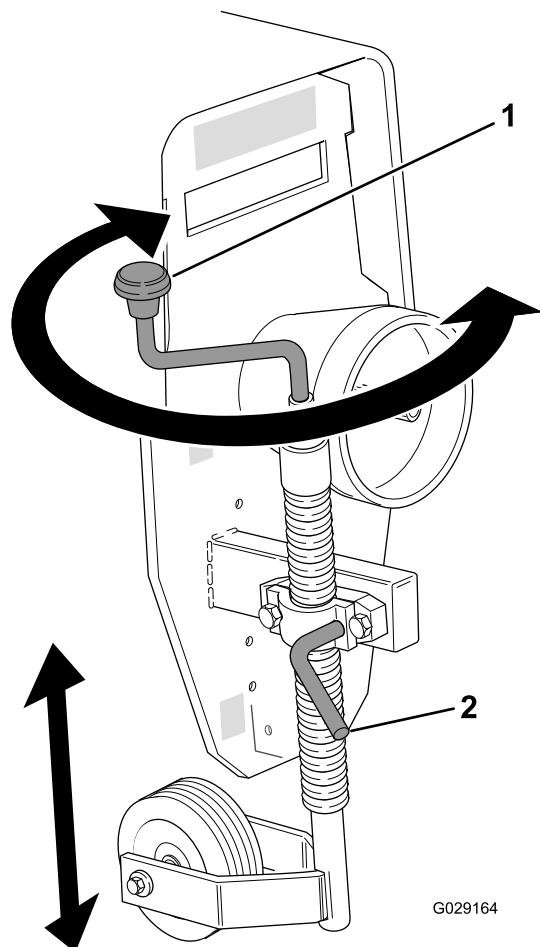

Bild 30
3. Stützen Sie den Mäher auf dem Deichselrad wie folgt ab (Bild 30):